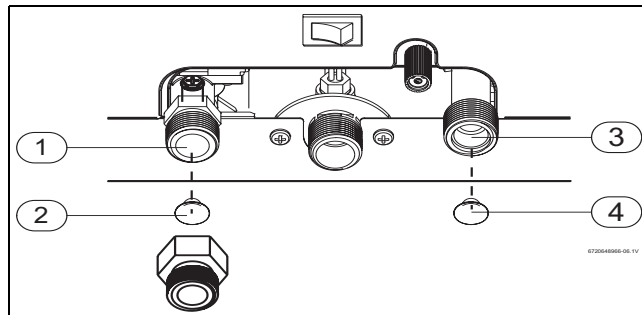

Fig. 14 Substituição dos filtros
- ▶ Retirar o filtro de gás (→ Fig. 14 , [2]);
- ▶ Retirar o filtro de água (→ Fig. 14 , [4]);